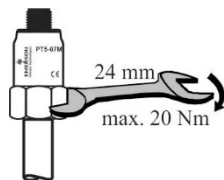

Рис. 2:
**Резьбовое соединение: (Рис. 2)**